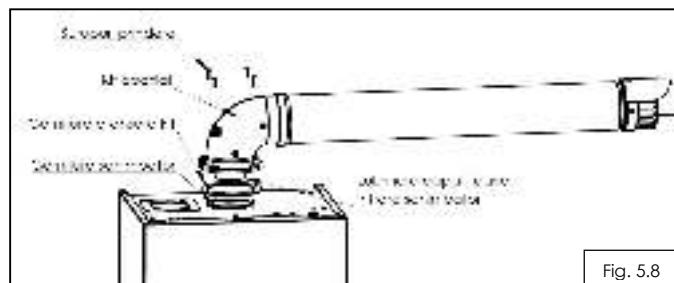

Fig. 5.8
Pentru instalarea facilă a kitului este necesară lubrificarea capătului cotului (4) la partea de intrare în centrală, utilizând numai apă sau sapun comercial comercial standard. Lubrificarea este necesară pentru a nu deplasa garnitura de evacuare de pe schimbatorul principal de căldură (fig. 5.8).